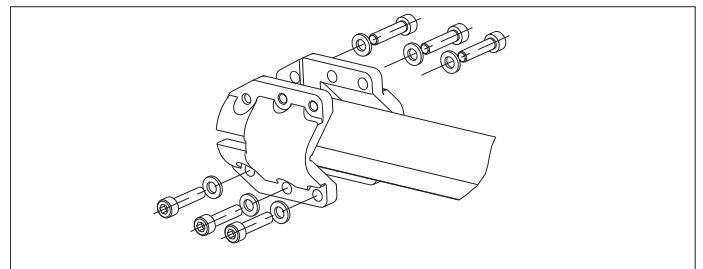

Рис. 33. Установка винтов и шайб на полумуфты
3. Установите шесть винтов и шайб в отверстия на полумуфтах. См. рис. 33.
12. Установите шесть винтов и шайб в отверстия на полумуфтах (см. рис. 33) и несильно затяните их.